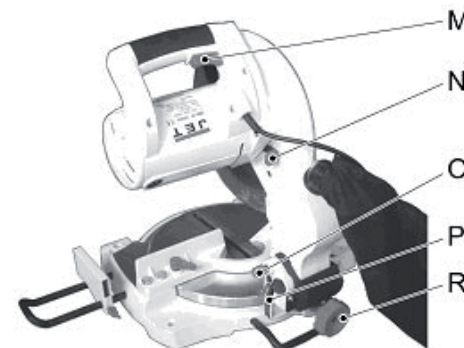

Рис. 2
- Штифт для блокировки головы пилы (О, Рис.2) может быть вытасчен.
- Торцовочная пила включается с помощью выключателя на внутренней стороне рукоятки (М, Рис. 2).